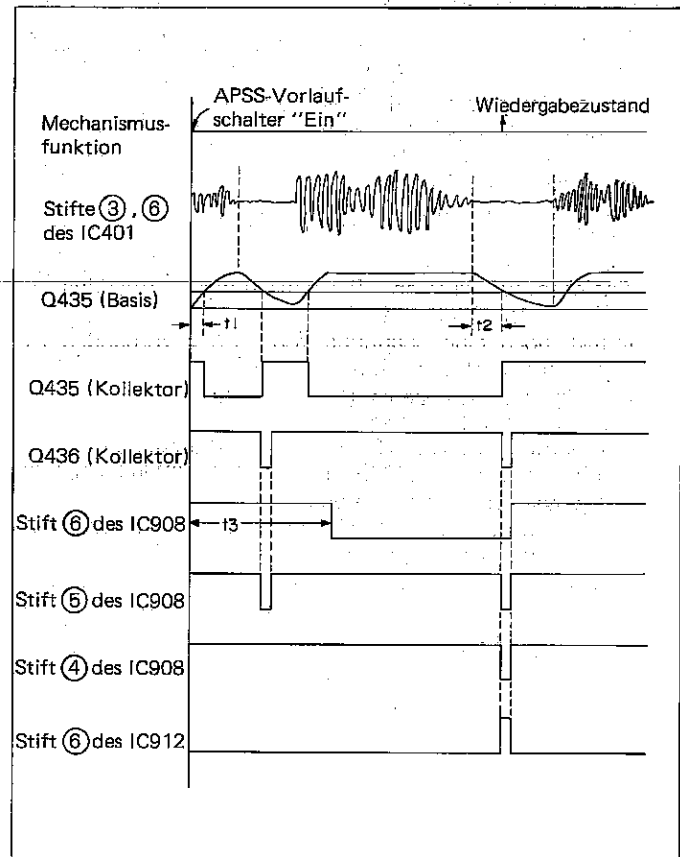

Abbildung 26-1 SIGNALFLUSSDIAGRAMM
Das durch den Aufnahme/Wiedergabekopf erkannte Programmquellsignal wird zuerst durch den IC401 verstärkt; hier werden auch die Signale des rechten und linken Kanals addiert und dem Stift ① des IC402 zugeleitet, wo das Signalgemisch verstärkt und vom Stift ④ abgeleitet wird. Das verstärkte Signal wird dann dem Q434 zugeleitet und an der Basis-Emitter-Übergangszone einem Schaltvorgang unterzogen. Danach wird es zuerst durch die Zeitkonstante t_1 , durch R536, C495, R537 und C489 gewährleistet, dann durch die Zeitkonstante t_2 , durch R537 und C495 gewährleistet, zeitlich verzögert. Das Signal wird dann über Q435 der Basis des Q436 zugeleitet. (C497 zwischen dem Kollektor des Q435 und der Basis des Q436 dient als Differenzierschaltung.) Vom Kollektor des Q436 kommend wird das Signal dann über den Stift ⑩ des CNP404/CNP404 dem Stift ⑤ des IC908 zugeleitet. In der "Schnellsuch-Betriebsart" wird der erwähnte IC908 durch die Zeitkonstante t_3 , durch R933 und C910 gewährleistet, beeinflusst, wobei das Signal hier zeitlich verzögert und vom Stift ⑥ des IC908 abgeleitet wird. In diesem Zusammenhang ist zu beachten, daß der am Kollektor des Q436 erzeugte Impuls dem Stift ⑤ des IC908 zugeleitet und von dessen Stift ④ abgeleitet wird. Nach Polaritätsumkehrung erscheint der Impuls schließlich am Stift ⑥ des IC912, dessen Wellenformen in der Abbildung 26-1 gezeigt werden. Auf diese Weise erkennt das Gerät eine signalfreie Leerstelle zwischen zwei Programmen, um dann automatisch mit der Wiedergabe zu beginnen.